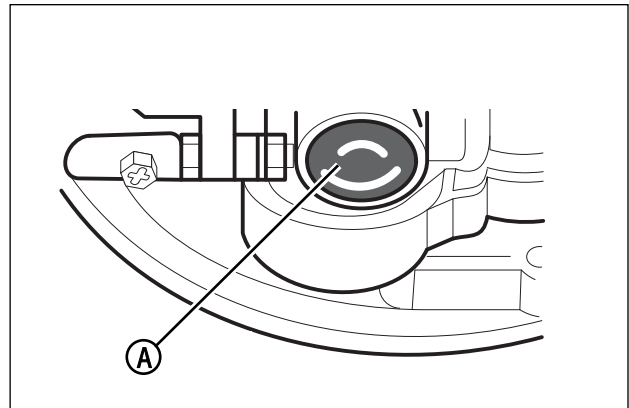

Figura 13: pulsante del motorino di avviamento del motore
5. Il pulsante del motorino di avviamento (A, Figura 13) si trova a lato del motore. Premere il pulsante. Ogni volta che si preme questo pulsante, attendere due secondi. Per sapere quante volte è necessario premere il pulsante del motorino di avviamento, consultare le istruzioni del costruttore del motore.